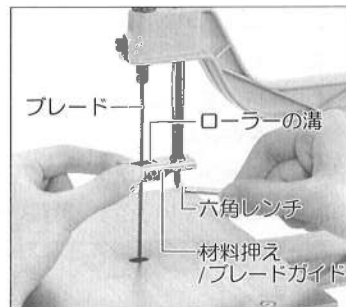

図6
- ブレードガイドはローラーの中間部に溝が付いていますのでブレードをローラーの溝に軽く押しあて、下面に付いているイモネジを六角レンチ4mm(付属品)で確実に締め付けて下さい。(図6参照)